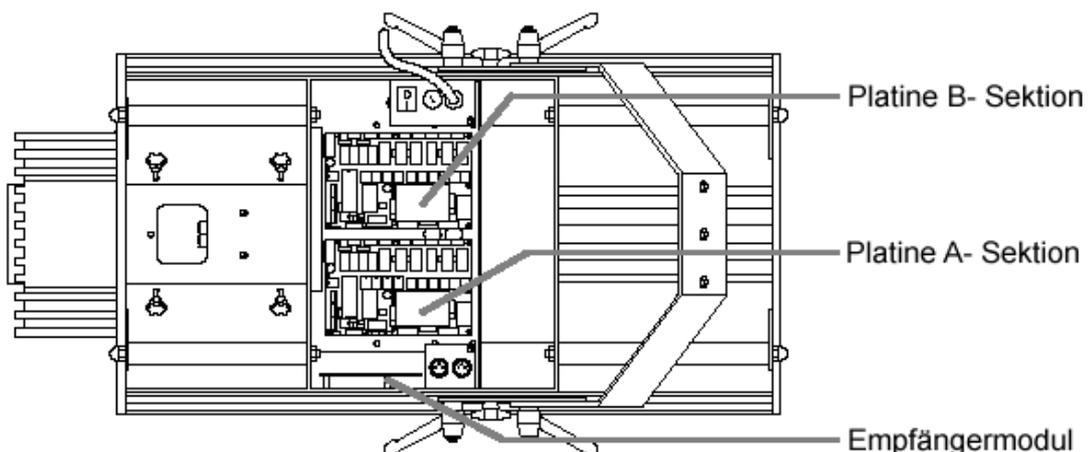

Abb.16: Position der Steuerplatinen
- Um auf das Empfängermodul zugreifen zu können, müssen Sie zunächst die 4 Rändelschrauben lösen, mit der die Platine an der Seite fixiert ist (siehe Abb.16). Ziehen Sie die Platine dann vorsichtig nach oben heraus.